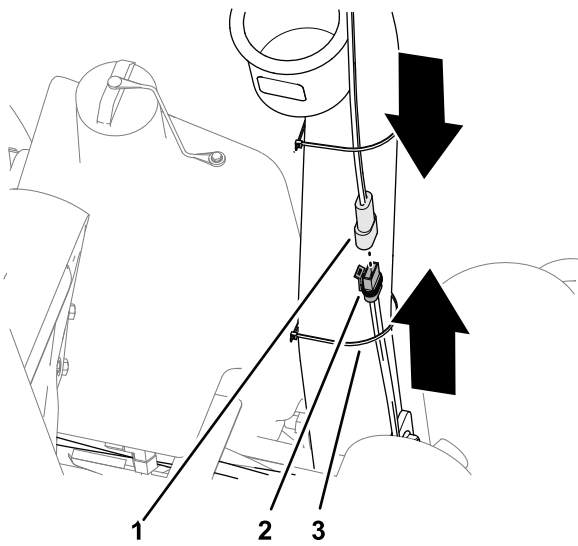

图 19
1. 将电源线束的 2 插槽接头插入遮阳篷线束的 2 针接头图 19。
2. 用扎带将电源线束固定至翻车保护杆图 19。